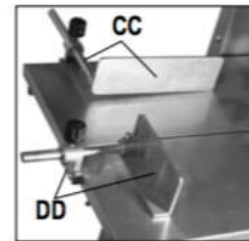

Figure 16
La clôture (CC) et le poussoir (DD) ont des espaces prédéterminés pour la fixation à la table. La clôture se fixe sur le côté, le poussoir se fixe à la fin. À l'aide de vis à douille, fixez le guide et le poussoir à leurs zones respectives. (Figure 16)